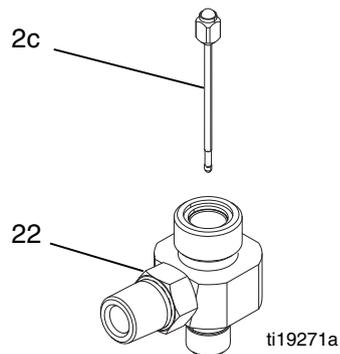

FIG. 12
2. Engrase ligeramente el extremo pequeño de la aguja (2c) e introdúzcala en el extremo grande del alojamiento de fluido (22). Consulte la FIG. 12.